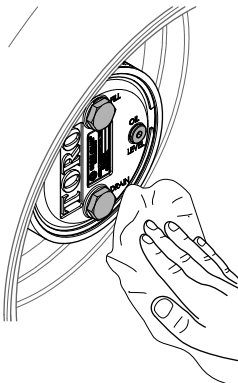

Bild 142
3. Wischen Sie das Gehäuse des Planetengetriebes und der Bremse ab (Bild 142).